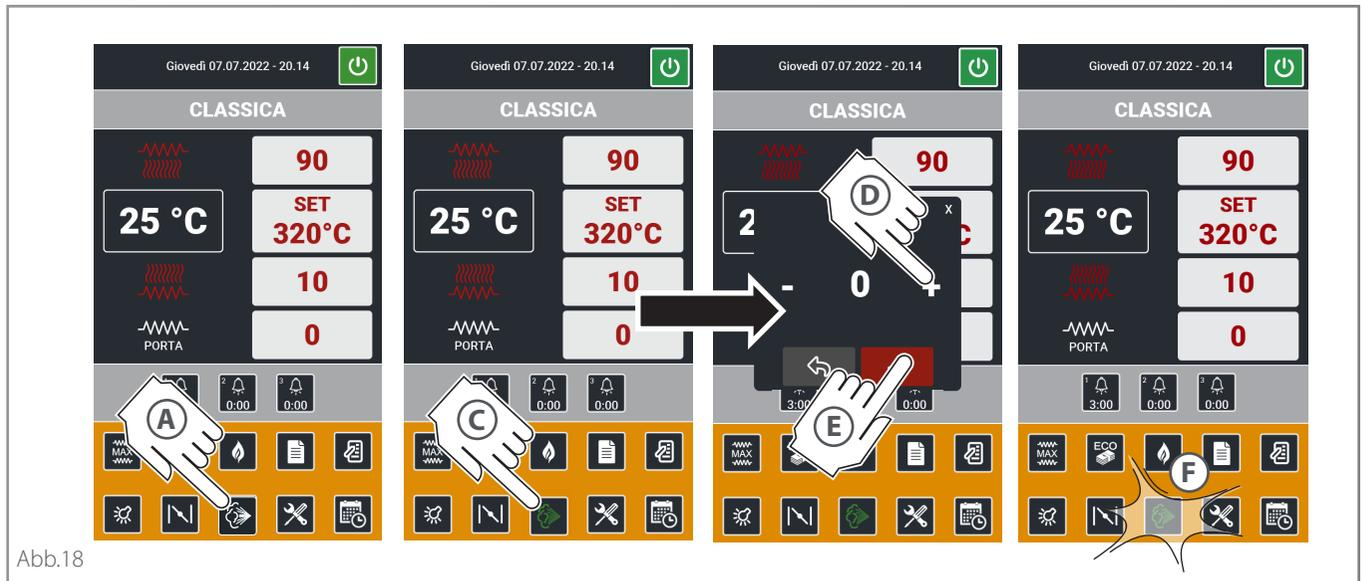

Abb.18
► **Abb.18** - Zur Einleitung von Dampf während des Backvorgangs: